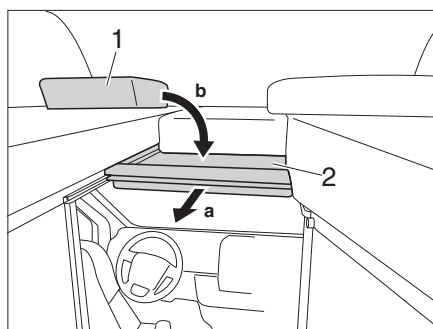

Fig. 56 Separazione cabina di guida
- Tirare in avanti la struttura di supporto letto (Fig. 56,2) afferrandola per la maniglia.
- Collocare il cuscino (Fig. 56,1) sulla struttura di supporto letto.
- Spostare lateralmente il cuscino (Fig. 56,1)
- Spingere indietro la struttura di supporto letto (Fig. 56,2).